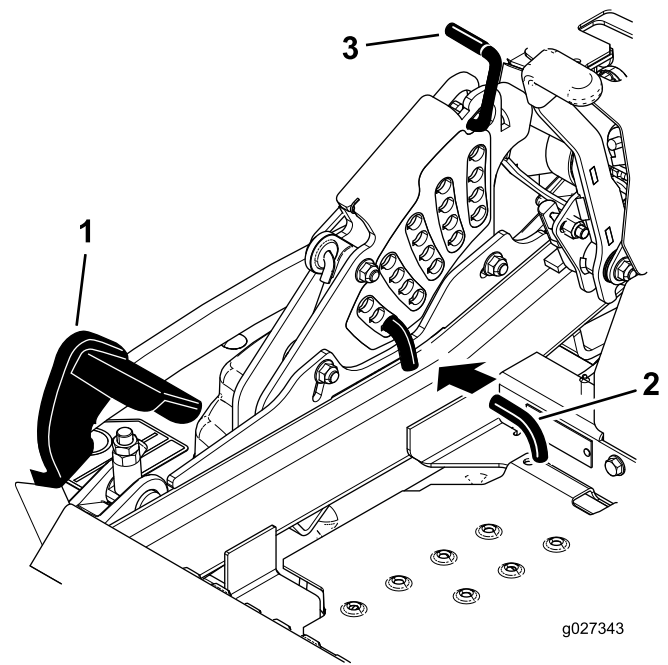

Bild 92
5. Drücken Sie das Mähwerkhubpedal ganz nach vorne; das Mähwerk rastet in der 14-cm-Transportstellung ein (Bild 92).